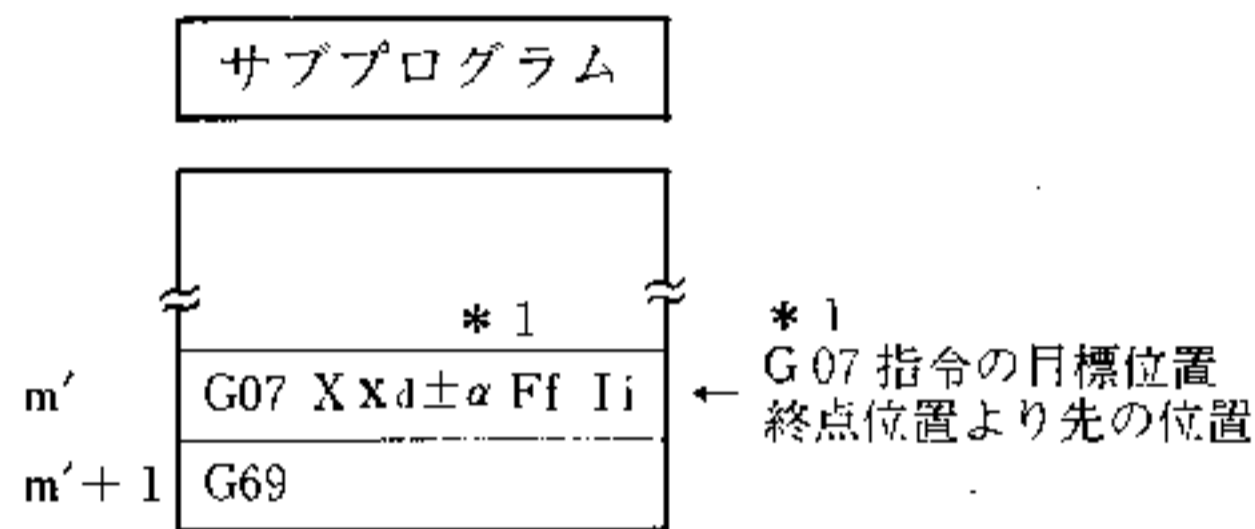

図 4・68 サブプログラムの最後
- ① サブプログラムの最後は、必ず図4・68の形にしてください。